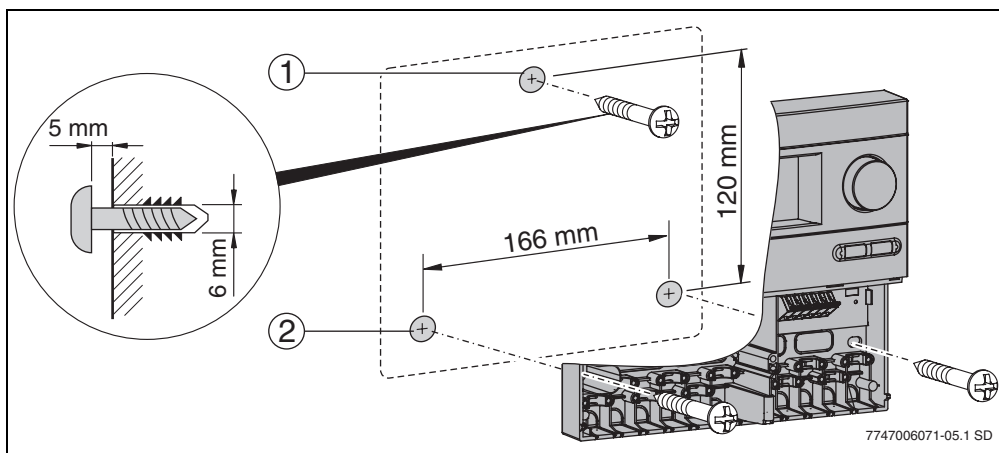

Fig. 4 Montajul pe perete al regulatorului
- ▶ Perforați orificiul de fixare superior (→ fig. 4, pos. 1) și înșurubați șurubul aferent până la 5 mm. Desfaceți șurubul de jos de la regulator și scoateți capacul. Marcați orificiile de fixare inferioare (→ fig. 4, pos. 2), perforați orificiile și introduceți diblul. Aliniați regulatorul și strângeți fix spre stânga și dreapta la orificiile de fixare inferioare.